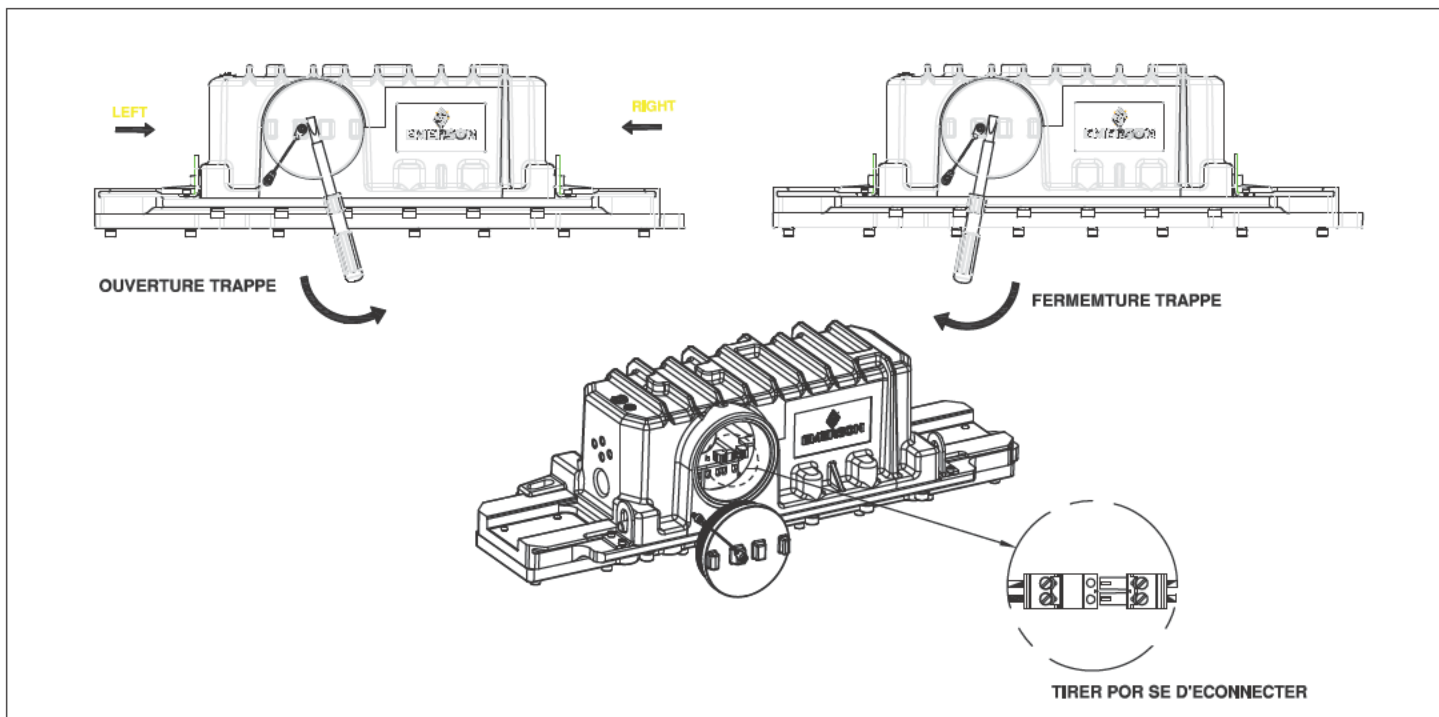

FIGURE 14 : VUE DES LUMINAIRES (METHODE DE DECONNEXION)
2. Insérez une boucle fermée de câble de sécurité dans la fente prévue aux extrémités du luminaire. Il est recommandé de faire passer le câble par la fente fournie sur le couvercle, le compartiment de câblage et la plaque de base. (Voir Figure 14,15)
2. Desserrer la trappe du luminaire en tournant dans le sens inverse des aiguilles d'une montre (voir Figure 14).
- a. Désactivez «Connexion rapide de la batterie». Pour référence, voir l'image ci-dessous (Figure 14).
- b. Attendez cinq (5) secondes.